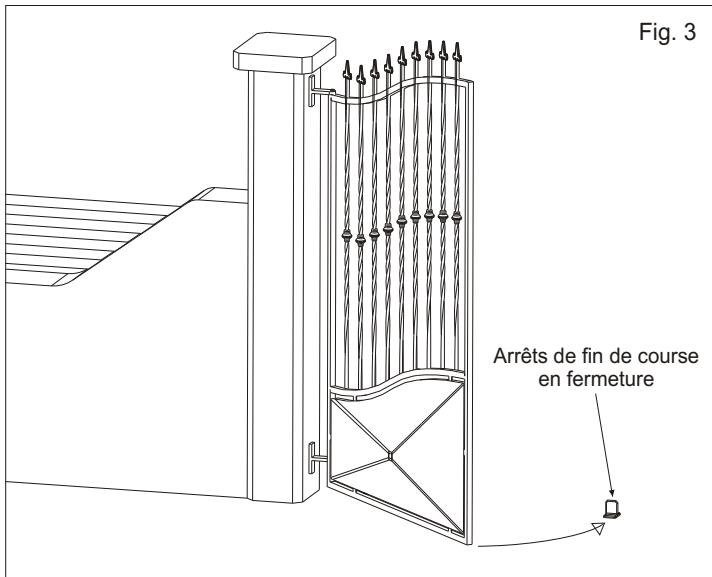

Fig. 3
- E. En cas de vantail avec longueur supérieur à 1,8 m et 150 kg de poids, il est conseillé de fixer au sol une feuillure mécanique en fermeture (Fig. 3).